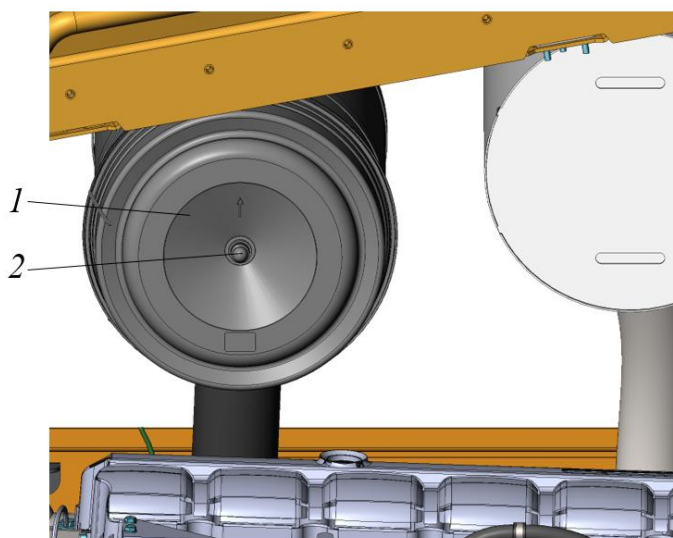

Рисунок 5.24. Корпус воздушного фильтра
- ▶ Ключом  на 17 открутить гайку крепления 2 на крышке корпуса фильтра 1, рис. 5.24.
- Установить крышку 1 на корпус фильтра. Закрутить гайку 2 на крышке корпуса фильтра 1, рис. 5.24.